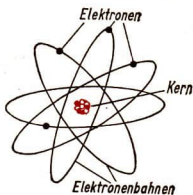

Abb. 111/2
Die Versuche zeigen, daß von geriebenen Hartgummi- und Glasstäben Kraftwirkungen ausgehen, die an ungeriebenen Stäben nicht zu beobachten sind. Die Ursache liegt darin, daß *der Glasstab und der Hartgummistab elektrisch geladen sind*. Diesen elektrischen Zustand kann man mit den Sinnesorganen nicht unmittelbar feststellen, jedoch ist er an seinen Wirkungen nachweisbar. Berührt man mit einem geriebenen Hartgummistab zwei dicht nebeneinander aufgehängte Holundermarkkugeln, so stoßen sie einander ab (Abb. 111/1). Der elektrische Zustand des Hartgummistabes ist also auf die Holundermarkkugeln übertragen worden. Berührt man mit dem gleichen Stab, ohne ihn neu aufzuladen, ein weiteres Paar Holundermarkkugeln, so kann man die gleiche Erscheinung beobachten, aber der Abstand der beiden Kugeln ist kleiner. Somit hat sich die Wirksamkeit des elektrischen Zustandes verringert. Wie Untersuchungen gezeigt haben, kann man dies bis zu einer bestimmten Grenze fortsetzen. Man stellte dabei fest, daß die Ursache für den elek-
Früher hielt man die Atome für unteilbar. Heute jedoch weiß man, daß *das Atom aus einem Kern besteht, um den sich die Elektronen bewegen* (Abb. 111/2). Die Atome unterschiedlicher Stoffe haben auch eine *unterschiedliche Anzahl von Elektronen*. Während sich beispielsweise im Wasserstoffatom nur 1 Elektron um den Kern bewegt, sind es bei Eisen 26 und bei Uran sogar 92 Elektronen. Der Begriff Elektron ist sehr alt. Bereits die Griechen beobachteten, daß geriebener *Bernstein* kleine Körperchen anzieht. Der griechische Name für Bernstein ist Elektron.
4. Die Elektronen. Wie aus dem in Abbildung 111/1 wiedergegebenen Versuch hervorgeht, können negative Ladungen von einem Körper auf den anderen übertragen werden. Weiter zeigte dieser Versuch, daß die Ladungen geteilt werden können; denn die Ladung des Hartgummistabes nahm nach jeder Berührung mit den Holundermarkkugeln ab.